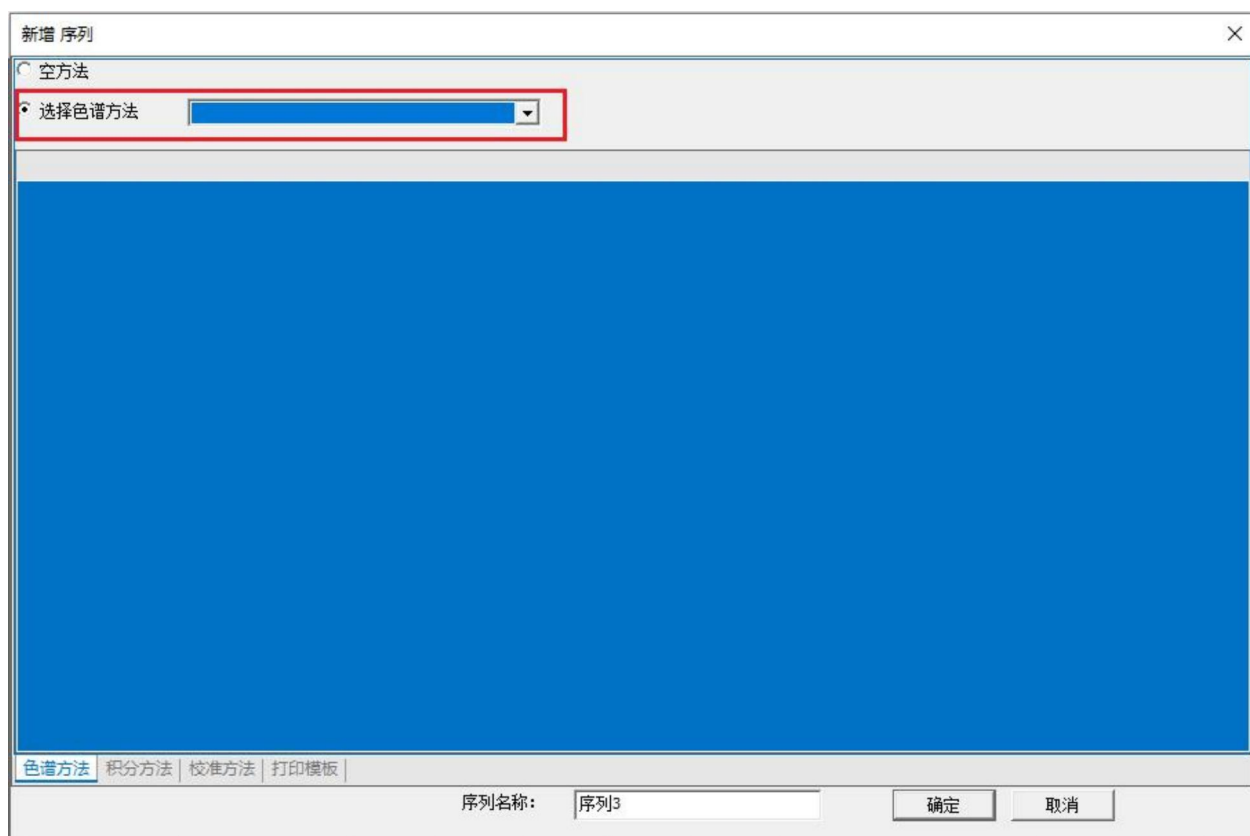

图 4-10 进样序列建立
- a) 在“仪器”界面左侧“仪器列表”中，右键单击仪器，在弹出下拉列表中选择“新建序列”，弹出如下图4-10对话框，选择“选择色谱方法”，点击右侧下拉箭头，在下拉列表中选择建立好的色谱方法；